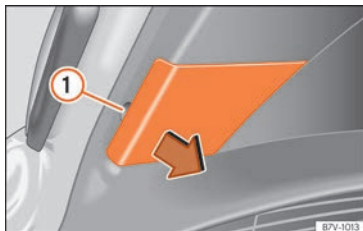

Fig. 113 Dans le hayon arrière : retirer le cache.
2. Retirez le cache avec soin en faisant levier avec la partie plate du tournevis de l'outillage de bord (» fig. 102) au niveau de l'évidement » fig. 113 ①.